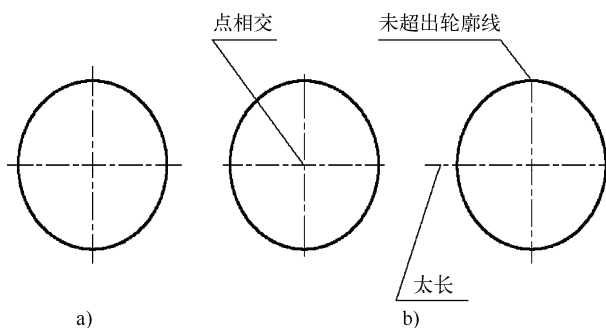

图 1-11 点画线画法
3) 绘制圆的对称中心线时，圆心应为线段的交点。点画线和双点画线的首末两端应是线段而不是短画。建议中心线超出轮廓线 $2\sim 5\text{mm}$ ，如图 1-11 所示。